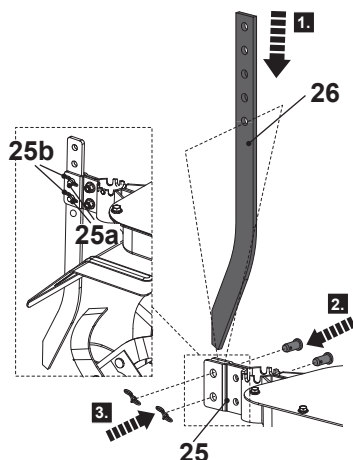

Fig. 3
1. Remova os dois parafusos (25a) e talas (25b) do suporte de deslize (25) e mantenha-os à mão.
2. Leve o deslize (26) até ao suporte de deslize (25) (fig. 3, passo 1) e deslize (26) para cima/para baixo até que os orifícios de montagem estejam alinhados.
3. Passe os parafusos (25a) através dos orifícios de montagem (fig. 3, passo 2).
4. Segure as ligações passando as talas (22b) através do orifício dos parafusos (25a) (fig. 3, passo 3).